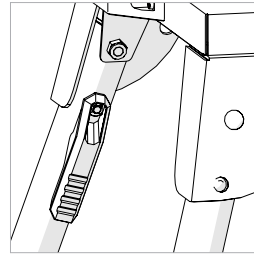
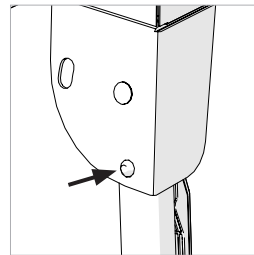

Abb. 1
Abb. 2
- Drücken Sie den Verriegelungs-/Entriegelungshebel (**Abb.1**) zum Bein hin, um es aus der eingeklappten Position zu lösen.
- Wiederholen Sie diesen Vorgang, bis alle vier (4) Beine ausgeklappt sind.
- Vergewissern Sie sich, dass alle vier (4) Beine in ihrer Betriebsposition fixiert sind. Die Verriegelungsstifte der Scharniere müssen vollständig in die eingefrästen Schlitze in den Eckwinkeln des Tisches eingeführt werden. (**Abb.2**).